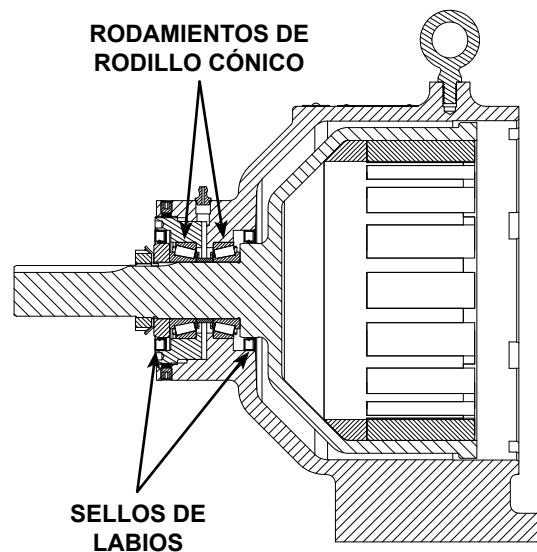

FIGURA 9
2. Presione el sello de labios interior hacia el soporte y el sello de labios exterior hacia el capacete extremo y luego lubrique los sellos de labios, consulte la **Figura 9** para conocer la orientación del sello de labios y los rodamientos.